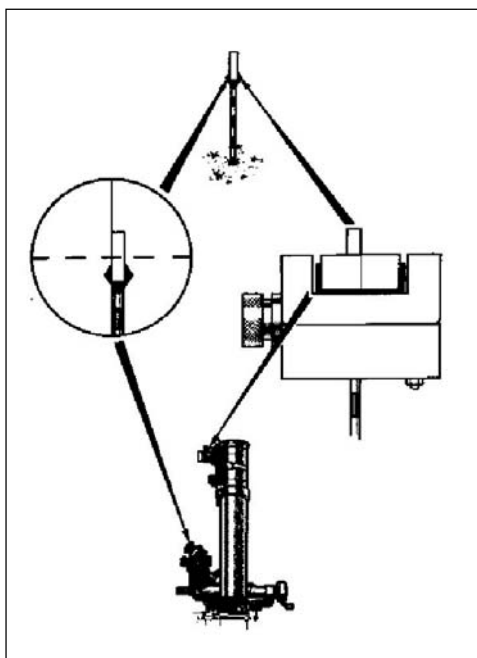

Fig 3-3. Visadas da Baliza
b. Alinha-se a linha vertical do telescópio com o lado esquerdo do suporte para a conexão da baliza, agindo no botão do micrômetro de deriva. Aplica-se a alavanca de travamento e verifica-se a deriva registrada no aparelho de pontaria. Se a leitura for igual a zero, o aparelho de pontaria está ajustado ao tubo em deriva. (Fig 3-3)